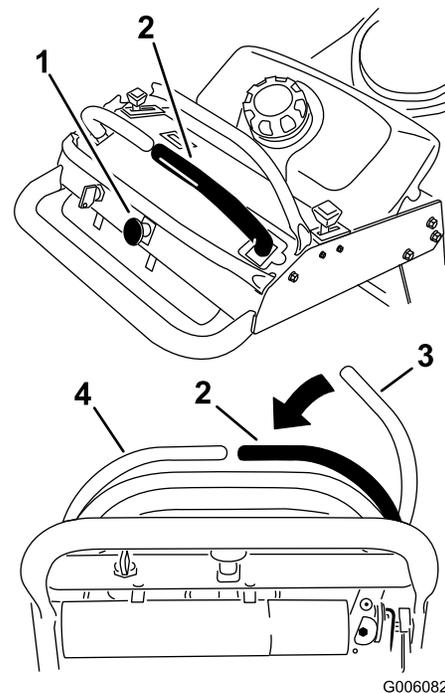

Figura 9
- Para engranar las cuchillas del cortacésped, mueva la palanca de control de movimiento derecha a la posición central, desbloqueada (Figura 9).